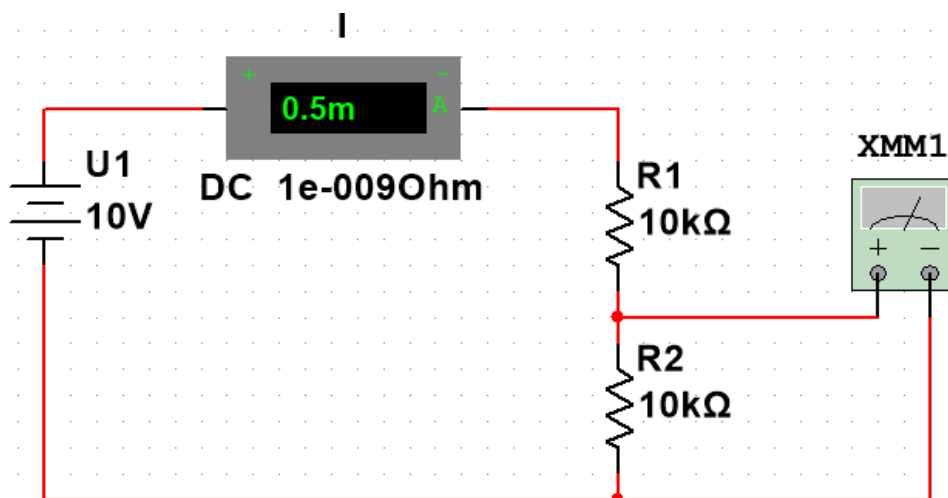

Рисунок 2.1
Зібрати схему (рис. 2.1) з наступними параметрами: $U1 = 10$ В, $R1 = 10$ кОм, $R2 = N$ кОм, де N – номер варіанта. Виміряти струм і напругу на резисторі $R2$ за допомогою амперметра та мультиметра та порівняти їх з розрахунками:
1. Які внутрішні опори повинні мати амперметр та мультиметр (рис. 2.1), щоб значення струму I і напруги U_{R2} відповідали розрахункам згідно виразів (2.1 – 2.2)?
2. Як залежить значення струму I у ланцюзі від зміни опору резистора $R2$ (рис. 2.1)?
3. Як і чому змінюється амплітуда напруги на резисторі $R2$ при зміні його опору (рис. 2.1)?